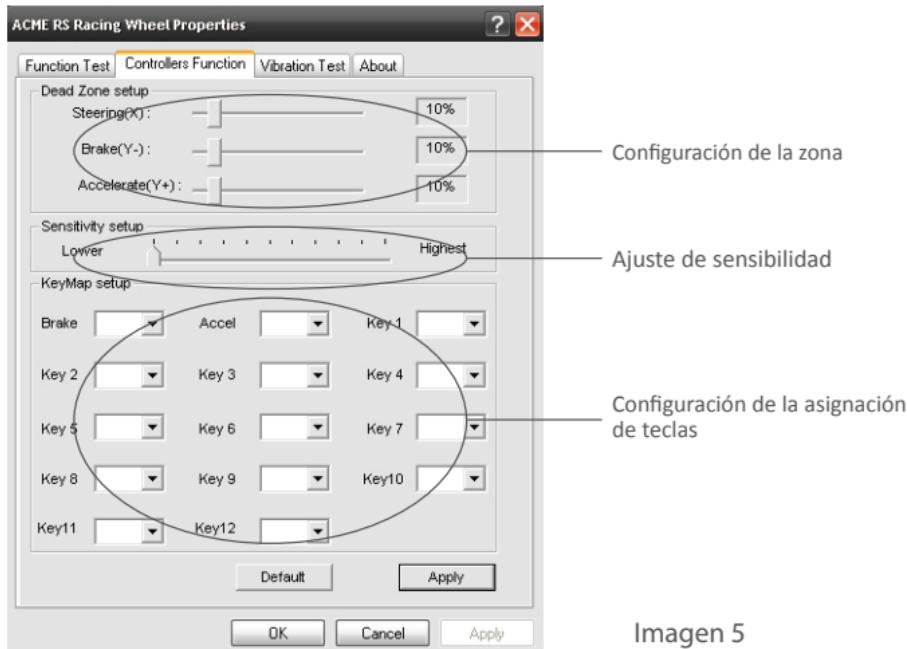

Imagen 5
- Puede configurar la zona muerta original de la dirección del volante (eje X), el gas (Y+eje), el freno (Y-eje) como se muestra abajo. (Ver la imagen 5 "Configuración de zona muerta")
- La sensibilidad del volante se puede ajustar desde bajo hasta alto en diferentes grados como se muestra abajo. (Ver la imagen 5 "Configuración de sensibilidad")
- La aceleración del volante, los frenos y las teclas 1 a 12 son intercambiables (asignación de teclas). (Ver imagen 5 “Configuración de la asignación de teclas” a continuación)